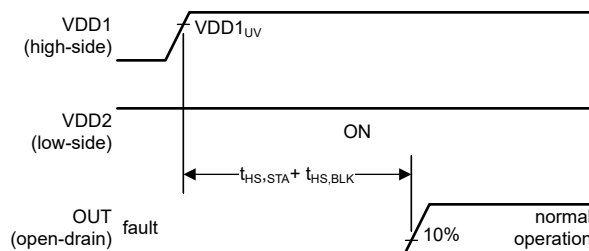

図 7-6. VDD2 はオン、VDD1 がオンする (長い遅延)
図 7-6 では、2 次側電源 (VDD2) がオンした後しばらくして、1 次側電源 (VDD1) がオンします。出力は最初はアクティブ LOW 状態です (ケース (1) を参照)。1 次側電源が有効になった後、本デバイスが通常動作であることを認識し、出力がコンパレータの現在の状態を反映するために、 $t_{HS,STA} + t_{HS,BLK}$ の待機時間が設けられています。